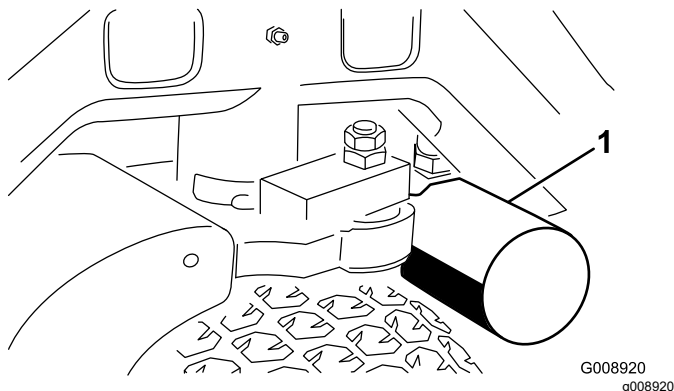
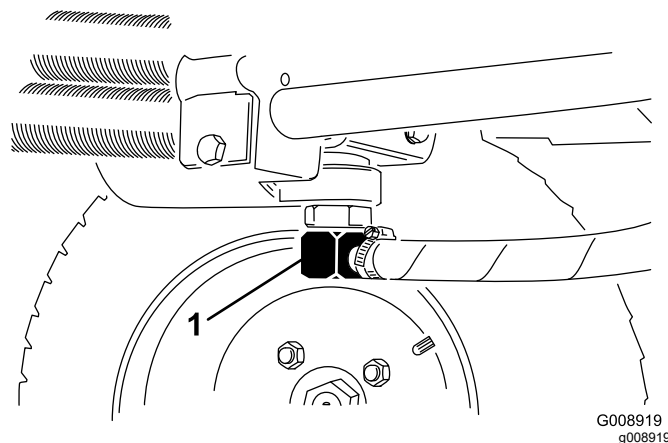

Figura 58
Figura 59
3. Limpe a zona de montagem do filtro. Coloque um recipiente de escoamento debaixo do filtro (Figura 58) e retire o filtro.
2. Desconecte as linhas hidráulicas (Figura 59) ou retire o filtro hidráulico (Figura 58) e deixe que o fluido hidráulico esorra para dentro de um recipiente de escoamento. Instale as linhas hidráulicas quando o fluido pare de escorrer.